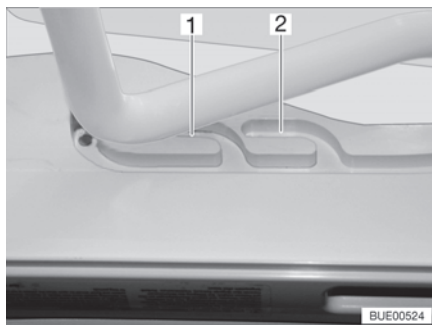
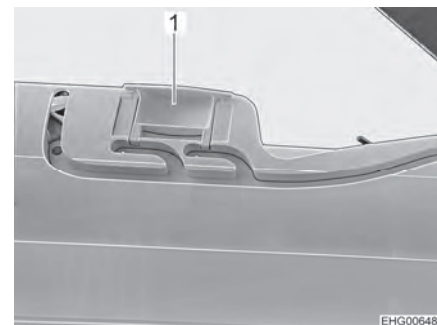

Bild 31 Spår (ventilationsläge)
Bild 32 Lås (ventilationsläge)
Heki-takluckan kan ställas i två ventilationslägen: Läget för dåligt väder (Bild 31,1) och mittläget (Bild 31,2). Beroende på modell kan takluckan låsas i mittläget med de båda spärrarna (Bild 32,1) till höger och vänster om ramen till takluckan.
- Tryck bygel lätt uppåt och skjut in den i det valda spåret (Bild 31,1 eller 2) och lås eventuellt.